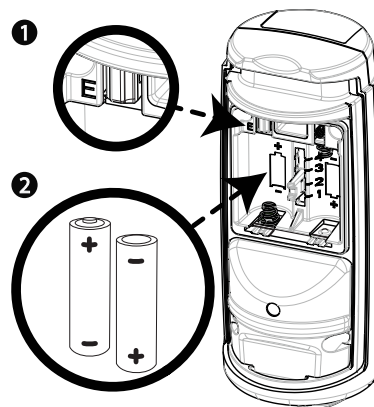

Figure 15 : Bouton d'enregistrement et polarité des piles
3. Facultatif : pour remplacer les piles, retirez les piles usagées et insérez-en des neuves en orientant les pôles conformément aux symboles (+) et (-) illustrés dans le compartiment des piles. Voir Numéro 2 de la Figure 15.